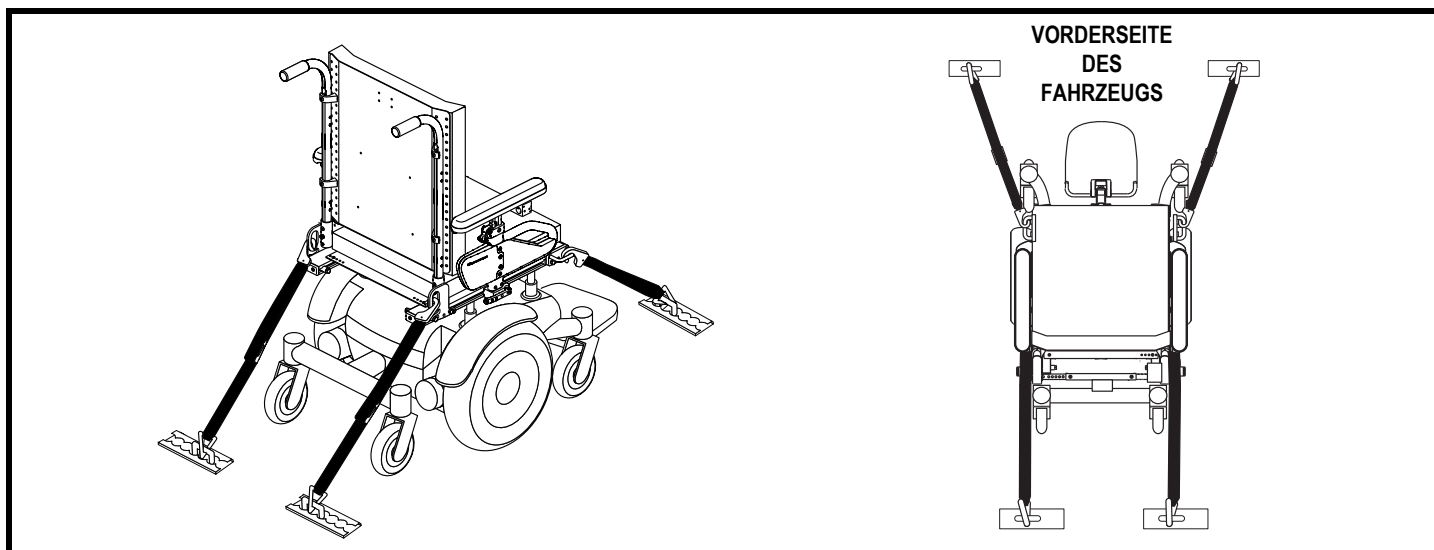

Abb. 8. Sicherungspunkte des Befestigungssystems
- Positionieren Sie die Ankerpunkte für die hinteren Sicherheitsgurte direkt hinter den hinteren Sicherungspunkten des Elektrorollstuhls. Die vorderen Sicherheitsgurte müssen an Ankerpunkten am Boden befestigt werden, deren Abstand die Breite des Elektrorollstuhls übertrifft. Dadurch wird eine höhere Seitenstabilität erreicht. **Siehe Abb. 8.**